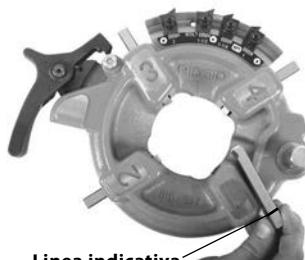

Figura 14 – Inserimento dei pettini
- Inserire gli opportuni pettini nella testa portapettini con il margine numerato rivolto verso l'alto, fino a quando la linea dell'indicatore sarà a pari con il margine della testa portapettini (vedere la Figura 14). I numeri sui pettini devono corrispondere ai numeri sulle fessure della testa portapettini. Sostituire sempre i pettini come set - non mescolare pettini provenienti da set diversi.